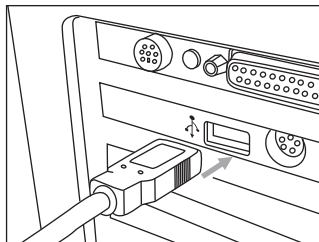

图27
- 将USB传输线的另一端插入电脑主机背后之空闲连接口, 如图27: